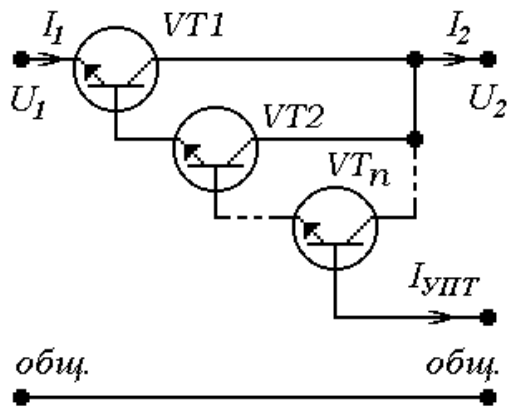

Рис.7. Вариант 7
$$K_{I_l} = \beta_l, l=1...n, \text{ для рис. 7, 8.} \quad (11)$$
$$R_l = \infty, l=1...n, \text{ для рис. 7, 8.} \quad (14)$$
$$I_{УПТmax} = \frac{I_{PЭmax}}{\prod_{i=1}^n K_{I_i}}, \text{ для рис. 7, 8, 9, 10.} \quad (18)$$
$$R_{вхРЭ} = \sum_{l=1}^n \left(r_{вх_l} \prod_{i=0}^{n-l} K_{I_i} \right), \text{ для рис. 7, 8.} \quad (28)$$